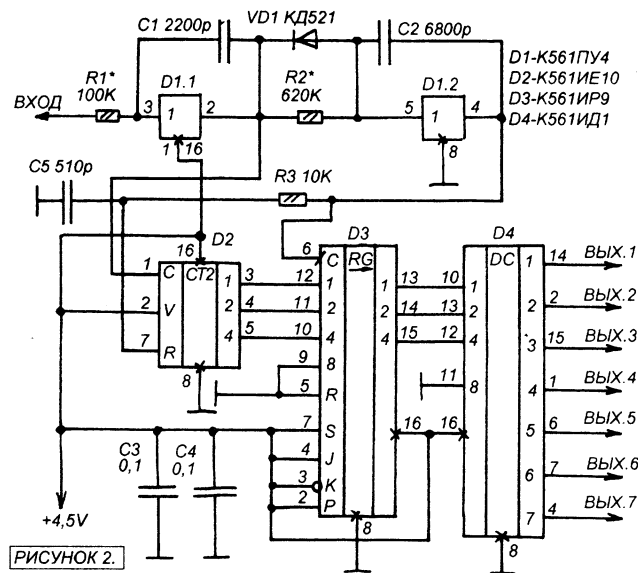

РИСУНОК 2.
В том случае, когда на кодере не нажата ни одна из кнопок, а кодер остается включенным, он передает на декодер пачки их восьми импульсов. В результате счетчик D2 (рисунок 2) устанавливается в состояние "8" (1000), но поскольку его четвертый выход ("8") не используется это равносильно нулевой команде (000), и декодер такое состояние воспринимает как отсутствие команды.